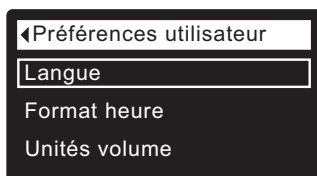

FIG. 58
3. Appuyez sur le sélecteur (O) pour afficher le menu des préférences utilisateur (cf. Figure 58).
7. Appuyez sur le sélecteur (O) : l'afficheur revient au menu des préférences utilisateur (cf. Figure 58).